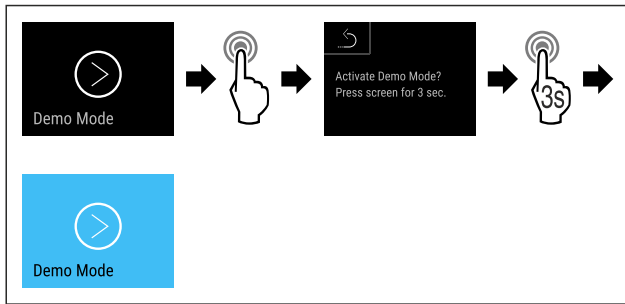

Fig. 159
- ▶ Suivre les étapes (voir Fig. 159) .